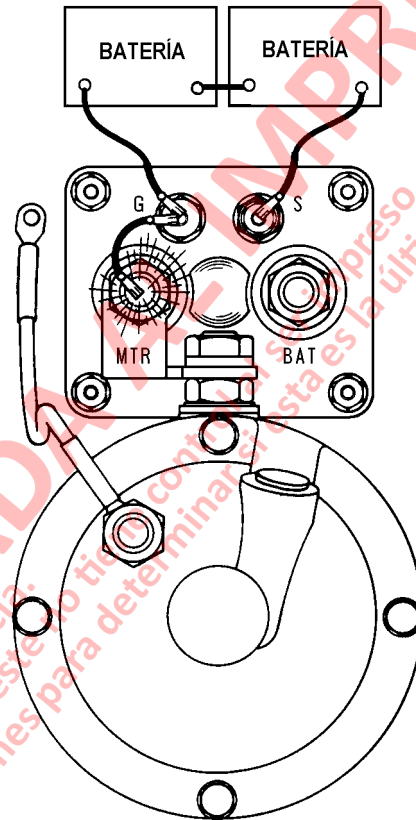

FIGURA 2-9. CIRCUITO DE REVISIÓN DEL AJUSTE DE LOS PIÑONES
1. Haga las conexiones como se muestra en Figura 2-9.